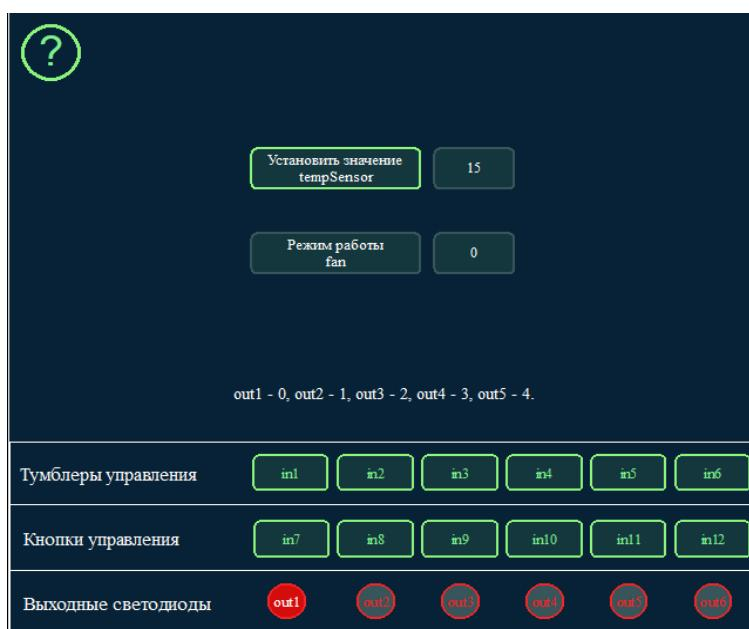
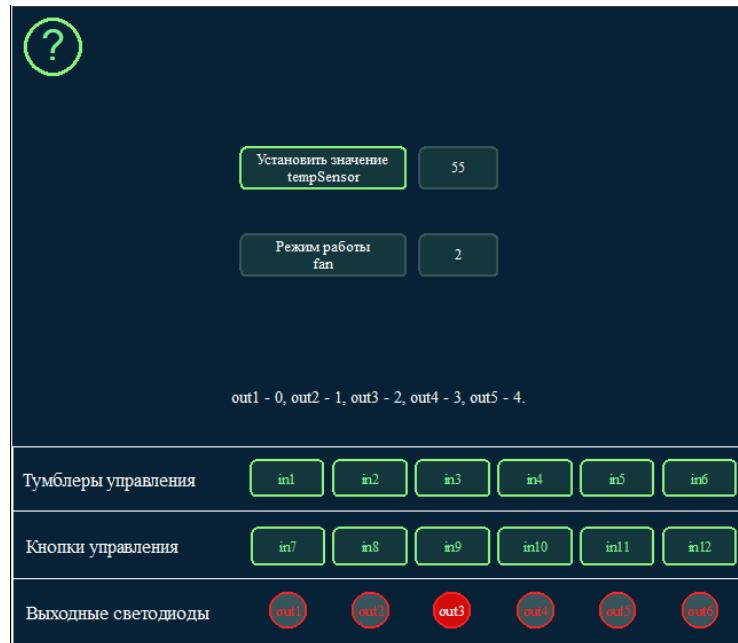

Рисунок 2.42 – Режим работы вентилятора при температуре 15  $^{\circ}\text{C}$
Рисунок 2.43 – Режим работы вентилятора при температуре 55  $^{\circ}\text{C}$
**Ход работы. Реализация конфигурирования объектом управления (вентилятором) в зависимости от влияющих факторов (температуры) с использованием операторов выбора и ограничения, сравнения.** Пользователю дан объект управления – вентилятор. Вентилятор имеет **5 режимов** работы в зависимости от температуры: **1 режим** – скорость вентилятора равна 0, при температуре от 0 до 20  $^{\circ}\text{C}$  включительно (рис. 2.42); **2 режим** – скорость вентилятора равна 1, при температуре от 21 до 40  $^{\circ}\text{C}$  включительно; **3 режим** – скорость вентилятора равна 2, при температуре от 41 до 60  $^{\circ}\text{C}$  включительно (рис. 2.43); **4 режим** – скорость вентилятора равна 3, при температуре от 61 до 80  $^{\circ}\text{C}$  включительно; **5 режим** – скорость вентилятора равна 4, при температуре от 81 до 100  $^{\circ}\text{C}$  включительно.